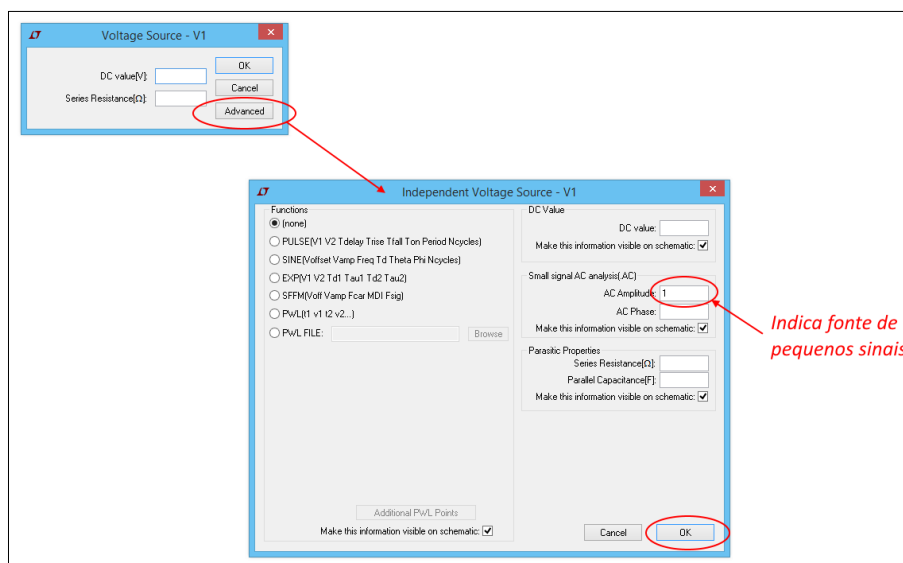

Figura 50 - Selecionando simulação com pequenos sinais em AC
Depois de todo o circuito no esquemático montado e inserido o Terra de Referência (descrito no item 2.1 deste manual), clique com o botão direito do mouse sobre a fonte de tensão para que se abra a janela “Voltage Source - V1”. Logo após, clique no botão “Advanced” para que a próxima janela “Independent Voltage Source - V1” se abra, assim como é mostrado na Figura 50. Nesta última janela, digite o número “1” no campo localizado na frente do texto “AC Amplitude” em “Small signal AC Analysis(.AC)”, indicando assim que a fonte trata-se de uma fonte de pequenos sinais. Por fim, clique em “OK”.